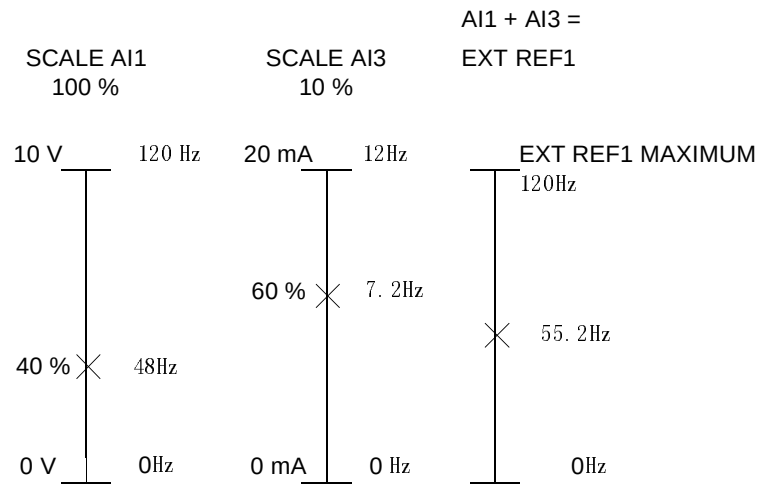

图 6-4 外部给定 1 通过参数 11.03 选择为 $AI1 + AI3$ ，而且由参数 11.05 定义了给定的最大值 (120Hz)。模拟输入口 $AI1$ 的范围由参数 13.03 设定为 100 %。模拟输入口 $AI3$ 的范围由参数 13.13 设定为 10%。
13.03 SCALE AI1 模拟输入口 AI1 信号的比例系数。见图 6-4。**13.04 FILTER AI1** 模拟输入口 AI1 的滤波器时间常数。当模拟输入值改变时, 根据参数的设定, 在该参数规定的时间内将达到 63 % 的改变量。